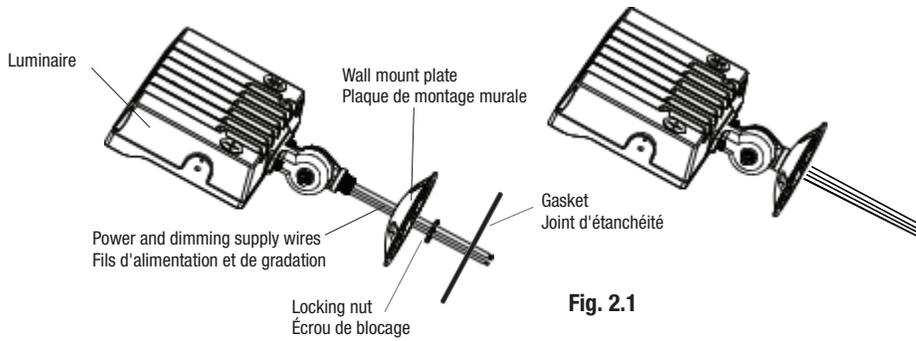

Fig. 2.1
2. Pass the power and dimming cables of luminaire through the central hole of the wall mount plate and gasket (Fig 2.1).
3. Pass the wall mount plate through the knuckle and install it by screwing the provided nut as shown in Fig. 2.1.
2. Faire passer les câbles d'alimentation et de gradation du luminaire par le trou central de la plaque de montage mural et du joint d'étanchéité (Fig 2.1).
3. Faire passer la plaque de montage mural à travers la tête de branchement réglable et l'installer en vissant l'écrou fourni comme indiqué sur la Fig. 2.1.